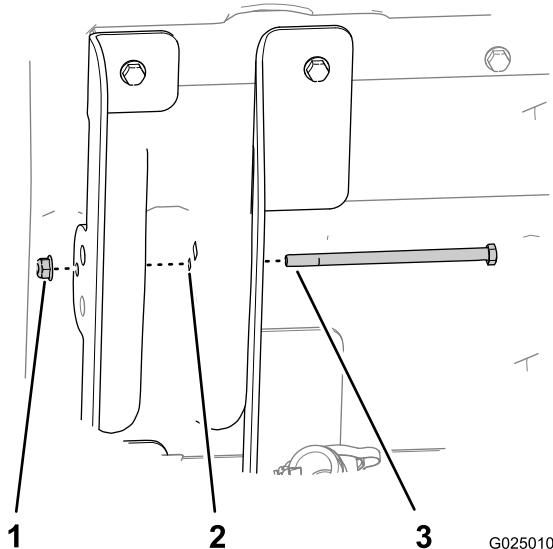

Figura 16
7. Insira o parafuso de cabeça sextavada (5/16 x 5-1/2 pol.) através do orifício de 7,9 mm no suporte interior da caixa (flanges compridas), estrutura da caixa e o suporte exterior do elevador da caixa (flanges curtas) como se mostra em Figura 16.
8. Prenda o parafuso com a porca flangeada (5/16 pol.) manualmente (Figura 16).
11. Aperte a porca flangeada que prende o parafuso (5/16 pol.) até que fique fixo (Figura 16).